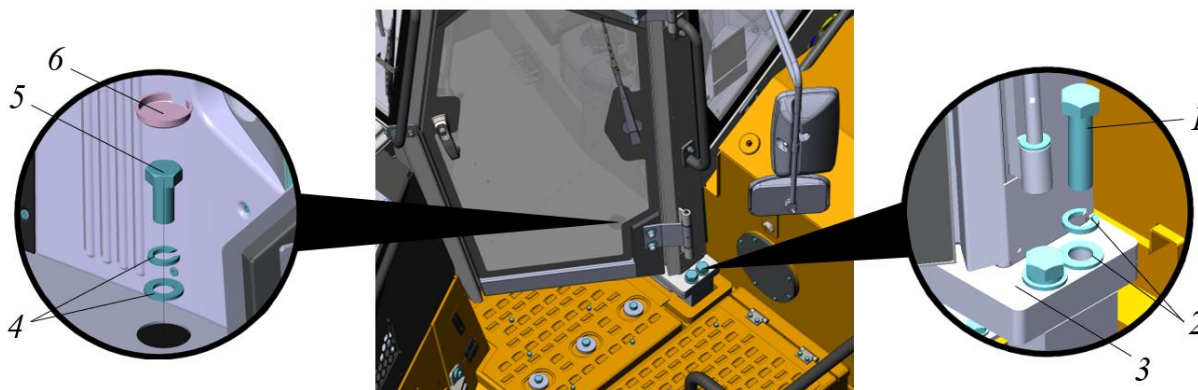

Рисунок 5.7. Крепление передних опор кабины
- ▶ Ключом  на 36 выкрутить по два болта 1 из каждой опоры 3, снять шайбы 2, рис. 5.7.